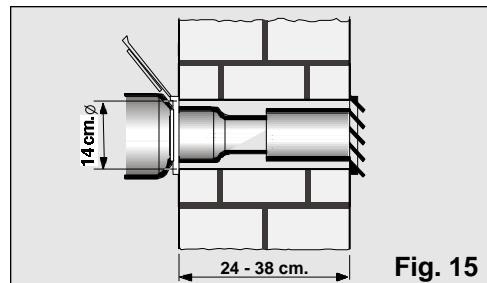

Fig. 15
- Para expulsar el aire caliente a través de la pared se necesita practicar un orificio de 14 cm. de diámetro en la misma para colocar el pasamuros, Fig. 15.